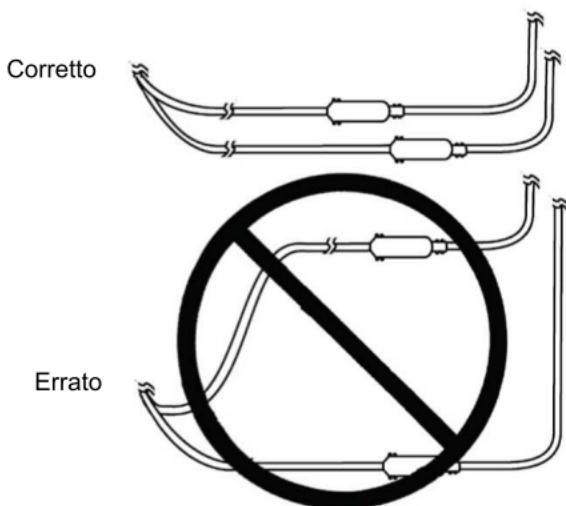

Figura 9. Posizionamento di più gruppi elettrocattetere-estensione.
- Se vengono impiantati due elettrocatteteri, posizionare i gruppi elettrocattetere-estensione in modo che la distanza tra i due sia minima (Figura 9). Se il posizionamento dei gruppi elettrocattetere-estensione forma un'ansa, aumenta il rischio di interferenza elettromagnetica (EMI).